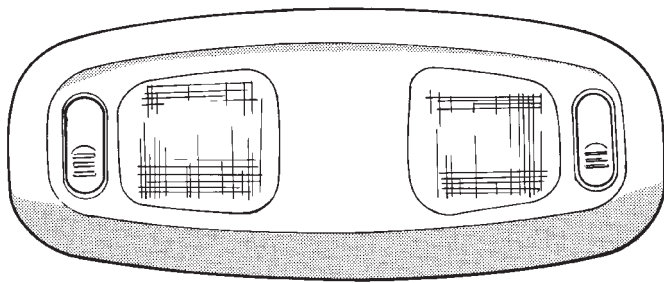

Abb. 3 Standardkonsole
(3) Die Standardkonsole (Abb. 3) weist zwei Leseleuchten auf.